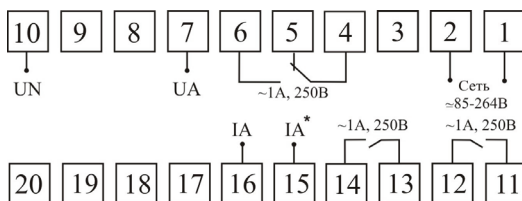

Рис. 4 – Клеммы подключения
1. Подключите прибор к сети в соответствии с клеммами подключения (рис. 4).